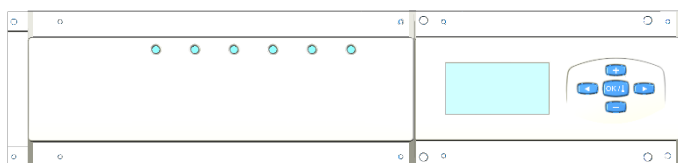

Abb.1
1. Mit den Tasten [◀] oder [▶] das Symbol ☀ auswählen. (Abb.1)